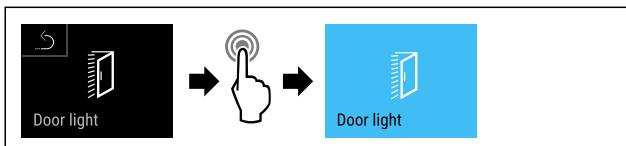

Fig. 73
- Seguir los pasos de procedimiento (consulte Fig. 73).